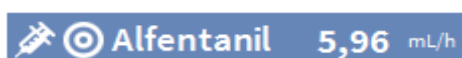
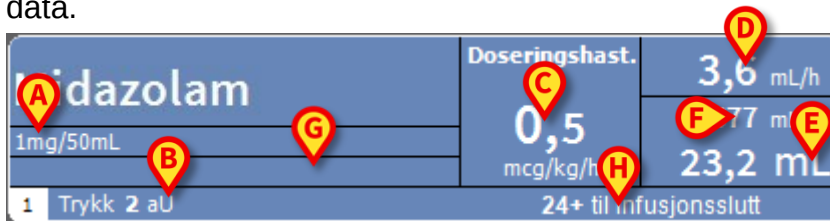

Fig. 93
Fig. 101
- *Farmakokinetisk modus:* Ikonene  og  angir at infusjons/sprøytepumpen er satt til «Farmakokinetisk» modus (Fig. 93 og tilhørende tekst).
Boksen som representerer infusjonspumpen (Fig. 101) kan vise forskjellige typer data.
- Legemiddelkonsentrasjon (Fig. 101 **A**).
- Kretstrykk (Fig. 101 **B**). I konfigurasjonen kan en «trykkterskel» angis. Når denne terskelen overskrides, vises trykkverdien i gult.
- Dosehastighet (Fig. 101 **C**), eller måldosen ved drift i farmakokinetisk modus. I dette tilfellet vises «mål»-ikonet som vist i Fig. 93 også.
- Volumhastighet (Fig. 101 **D**).
- Totalt infundert volum (Fig. 101 **E**).
- Gjenværende volum i sprøyten (Fig. 101 **F**).
- Legemiddelprofil hvis angitt (Fig. 101 **G**).
- Gjenværende tid til infusjonsslutt (Fig. 101 **H**).